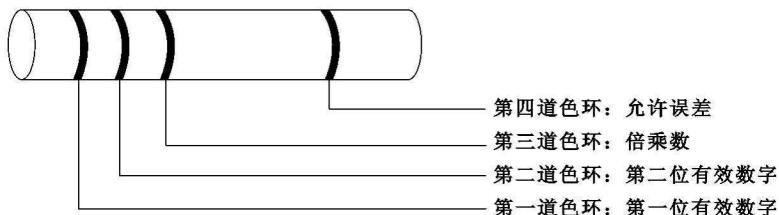

图1-1 电阻器4色标注图
(1) 4色环标注法。普通电阻器大多用4个色环表示阻值和允许偏差,如图1-1所示。第一、二道色环表示有效数字,第三道色环表示倍率(乘数),与前3道色环距离较大的第四道色环表示误差。4色色环表如表1-1所示。